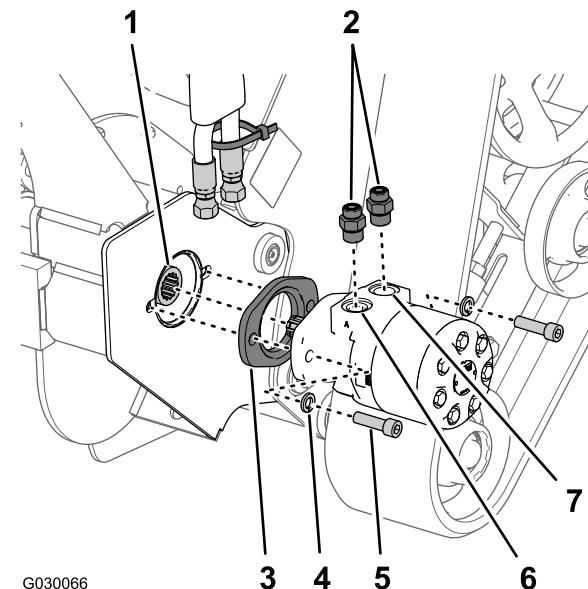

Figura 4
- 1. Coloque el acoplamiento nuevo en el eje de transmisión de la zanjadora (Figura 4).
- 2. Monte los 2 acoplamientos hidráulicos rectos en el motor hidráulico nuevo de la transmisión de la zanjadora (Figura 4), y apriete los acoplamientos a 135–164 N·m.
4. Instale el espaciador en el motor hidráulico nuevo con el rebaje de la placa espaciadora contra la cara de montaje del motor (Figura 4).
5. Alinee las acanaladuras del motor hidráulico nuevo con las acanaladuras del acoplamiento del eje de transmisión de la zanjadora (Figura 4).
6. Alinee los orificios del motor hidráulico y del espaciador con los taladros del cabezal de la zanjadora (Figura 4).
7. Monte el motor hidráulico y el espaciador en el cabezal de la zanjadora (Figura 4) con los 2 pernos de cabeza allen ($1/2"$ x $1\frac{3}{4}"$) y dos arandelas de freno ($\frac{3}{4}"$).